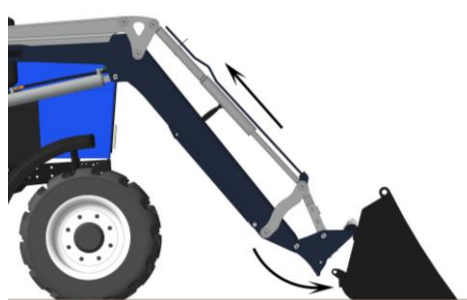
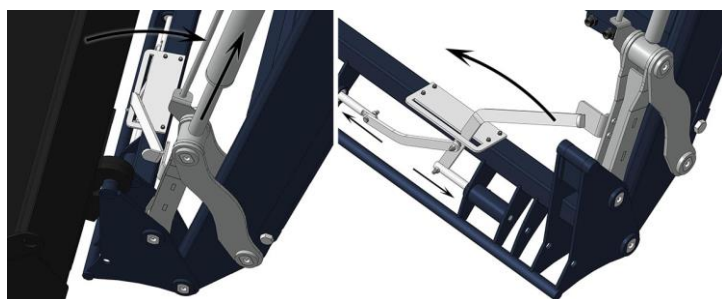

Рис. 2.14
Рис. 2.15
- подцепите верхней осью подвески рабочий орган (рис. 2.14);
- гидроцилиндрами разворота рабочих органов запрокиньте полностью рабочий орган на себя (рис. 2.14). На погрузчиках Basic, Standard, Robust нужно выйти из трактора и вручную защелкнуть подвеску, на погрузчике (VIP, Premium) специальный кронштейн собьёт рычаг подвески, и она закроется автоматически (рис. 2.15), для погрузчика Premium с автоматической подвеской необходимо открыть
- Снимите инструмент, выполнив в обратном порядке операции (рис. 2.14, 2.13).